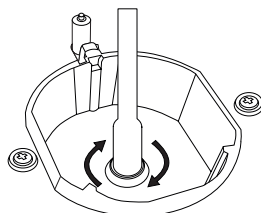

Figura 3
4. Retire el inyector girando como se muestra en la figura 3 con un destornillador y sustitúyalo por uno nuevo.